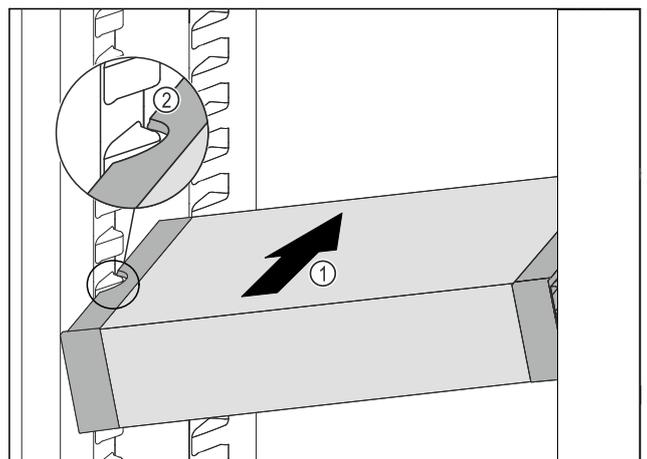

Fig. 84
- ▶ VarioSafe schräg in das Kühlteil einschieben Fig. 84 (1), bis sich die seitlichen Ausparungen Fig. 84 (2) des VarioSafes auf Höhe der Behälterrippe im Kühlteil befinden.